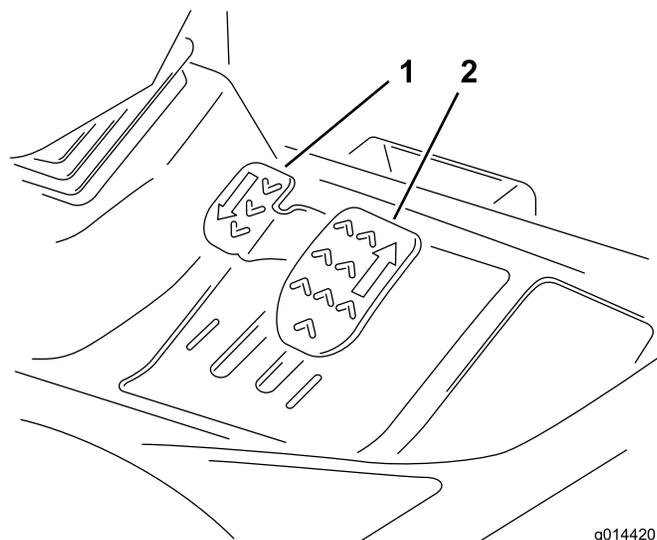

図8
**前進走行** 前進ペダルを踏み込むと前進を開始し、踏み込みを大きくすると速度が上がります。ペダルから足を離せば減速します 図8
**後退走行** 後退ペダルを踏み込むと後退を開始し、踏み込みを大きくすると速度が上がります。ペダルから足を離せば減速します 図8